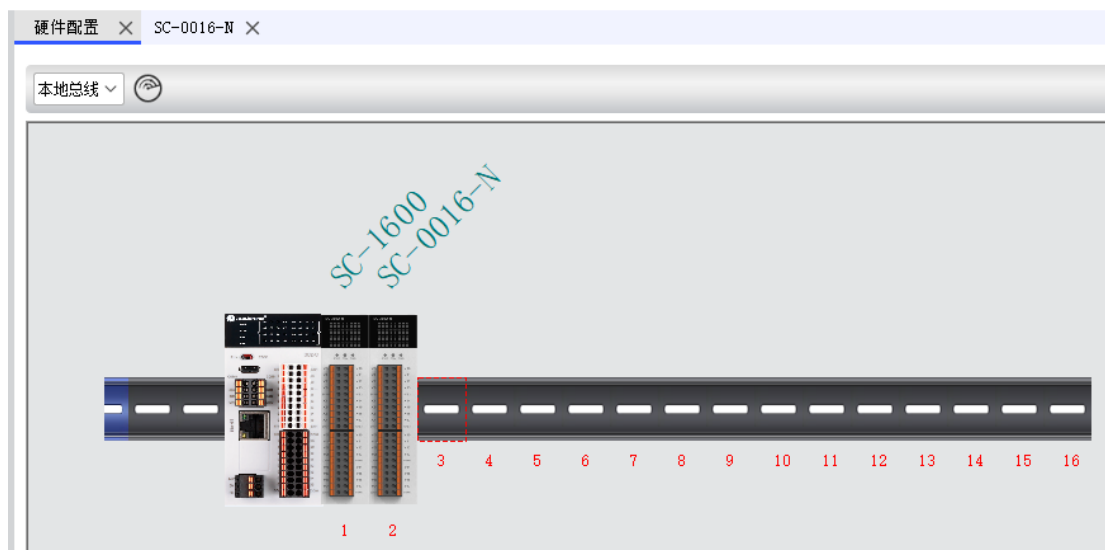

图 6.5 PLC 本体模块添加
1) 添加所需要的模块,可参考 6.2 节,添加完成后如图 6.5 所示;